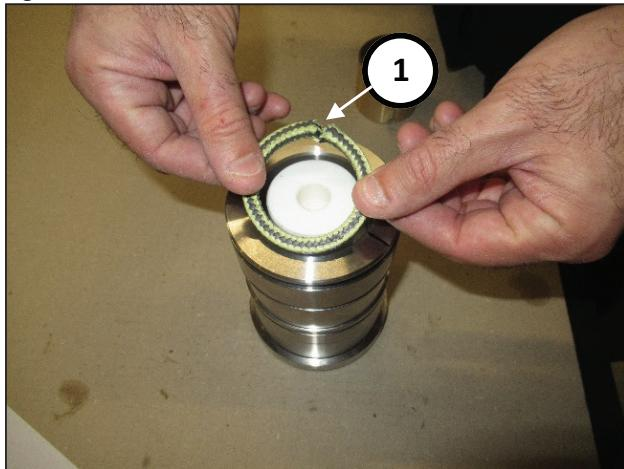

Fig. 180
Inserire i tre anelli tenuta KC facendo attenzione affinché gli intagli vengano a trovarsi a 120° l'uno dall'altro (pos. ①, Fig. 180).